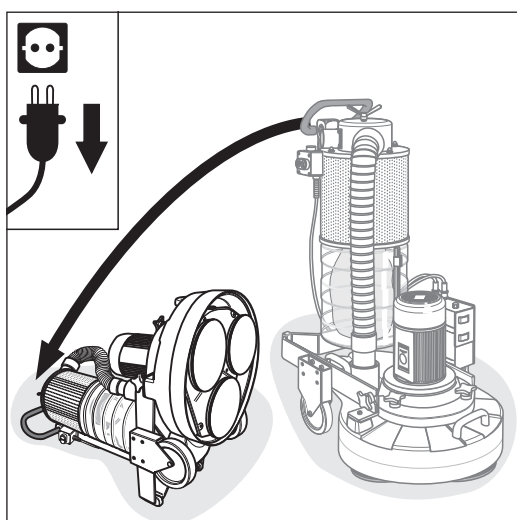
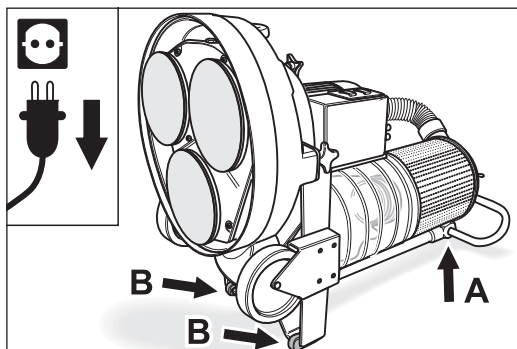

Abb. 26 Mit beiden Händen an den Haltebügel greifen und die Maschine vorsichtig nach hinten kippen.
Abb. 27 Die Maschine muss am Führungsrohr (A) und an den beiden Schutzgummis (B) aufliegen. **Auf einen sicheren Stand der Maschine achten!**
3 Greifen Sie mit beiden Händen an den Haltebügel und kippen Sie die Maschine vorsichtig nach hinten (Abb. 26), bis diese auf dem Führungsrohr (Abb. 27, A) und den beiden Schutzgummis am Rahmen des Fahrgestells (Abb. 27, B) aufliegt. **Achten Sie auf einen sicheren Stand der Maschine!**
- 3 Greifen Sie mit beiden Händen an den Haltebügel und kippen Sie die Maschine vorsichtig nach hinten (Abb. 26), bis diese auf dem Führungsrohr (Abb. 27, A) und den beiden Schutzgummis am Rahmen des Fahrgestells (Abb. 27, B) aufliegt. **Achten Sie auf einen sicheren Stand der Maschine!**
- 3 Greifen Sie mit beiden Händen an den Haltebügel und kippen Sie die Maschine vorsichtig nach hinten (Abb. 26), bis diese auf dem Führungsrohr (Abb. 27, **A**) und den beiden Schutzgummis am Rahmen des Fahrgestells (Abb. 27, **B**) aufliegt. **Achten Sie auf einen sicheren Stand der Maschine!**